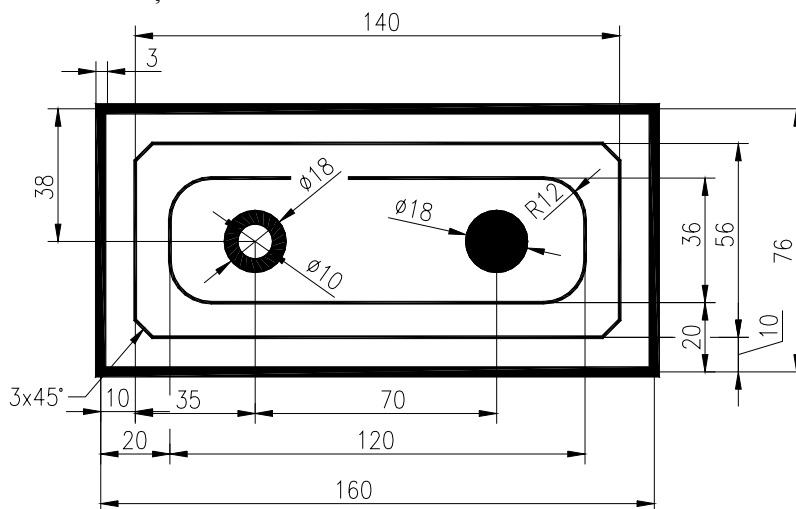

Fig. U5.16
2. Realizați desenul din Fig. U5.16. Pentru dreptunghiuri utilizați comanda *RECTANGLE* cu opțiunile *W* (*Width*), *C* (*Chamfer*) și *F* (*Fillet*). Pentru coroana circulară și disc utilizați comanda *DONUT*.